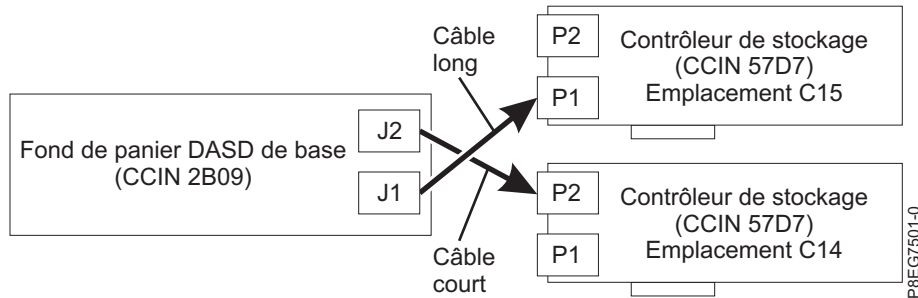

Figure 7. Reconnexion du câble SAS dans une configuration de disque partagé
- Si vous disposez de deux cartes PCIe3 x8 SAS RAID internes (CCIN 57D7, dispositif de disque partagé), le câble SAS court relie le connecteur de fond de panier d'unité de disque supérieur (J2) au connecteur P2 de la carte dans l'emplacement P1-C14. Le câble SAS long relie le connecteur de fond de panier d'unité de disque inférieur (J1) au connecteur P1 sur la carte dans l'emplacement P1-C15. Voir figure 7, à la page 9.